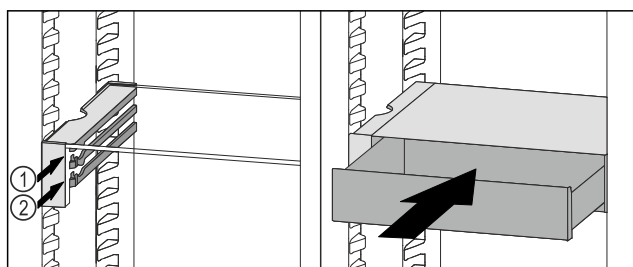

Fig. 112
- ▶ Zásuvku VarioSafe nasadíte za zarážkami na požadovanom rebre Fig. 112 (1) alebo Fig. 112 (2).